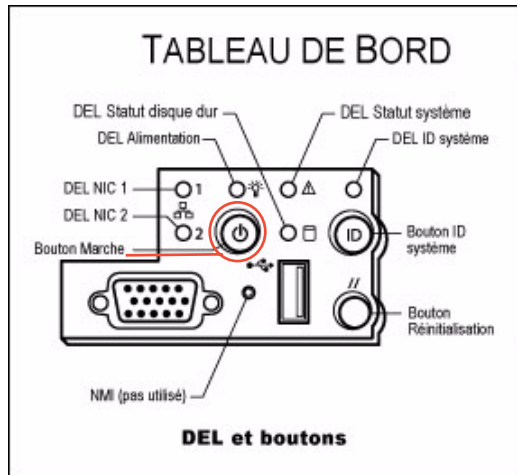

FIGURE 5-26 Bouton de mise en marche et autres composants du tableau de bord
4. Appuyez sur le bouton de mise en marche du tableau de bord, derrière la façade (FIGURE 5-26).